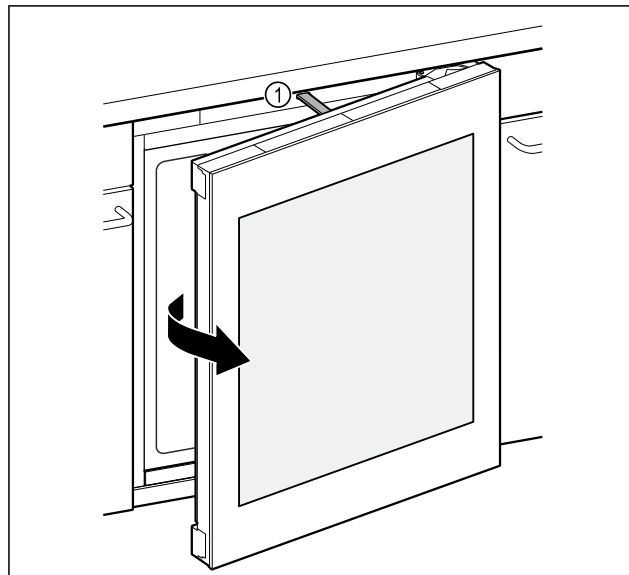

Fig. 84
- Trykkstangen Fig. 84 (1) åpner døren ca. 7 cm.